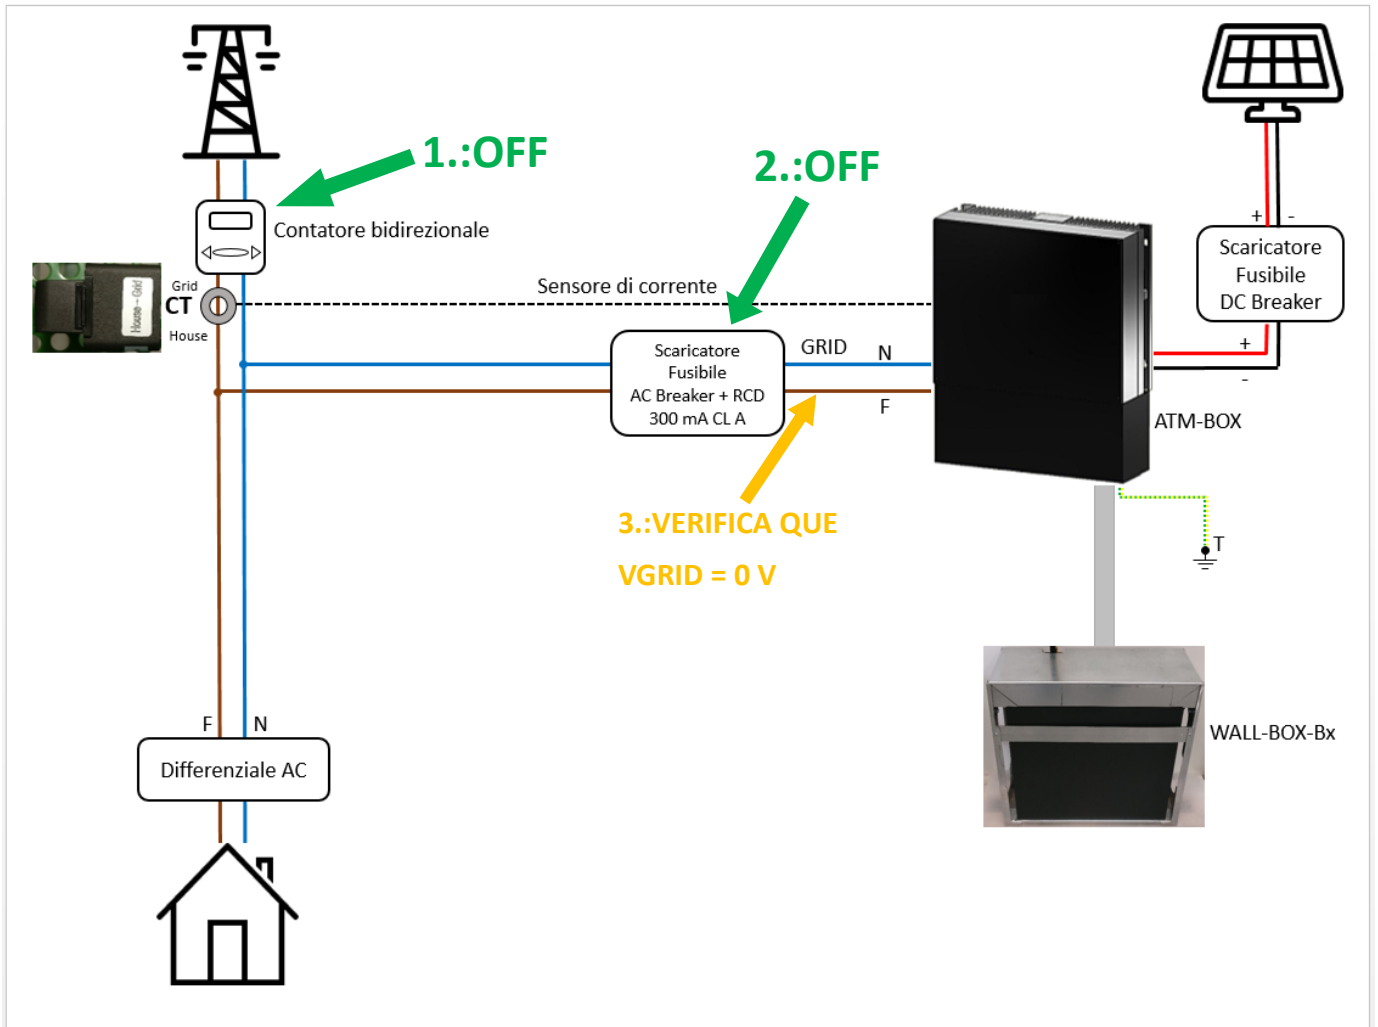

Figura 54 - Conexión a la línea ON-GRID
3. Compruebe con el probador la efectiva interrupción del suministro de energía eléctrica sobre el terreno y la ausencia de tensión en las extremidades de los cables GRID (Figura 54).